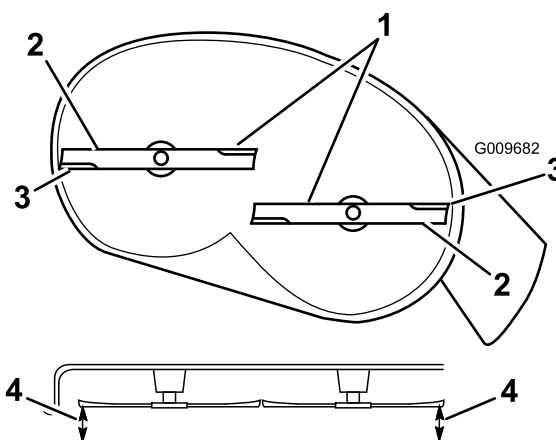
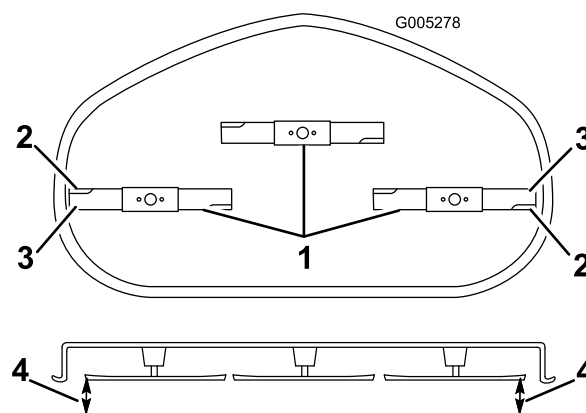

Figure 50
Figure 51
4. Faites pivoter les lames avec précaution pour qu'elles soient toutes parallèles (Figure 50 et Figure 51).
5. Mesurez la distance entre les tranchants extérieurs et la surface plane (Figure 50 et Figure 51). Si les deux mesures diffèrent de plus de 5 mm, un réglage s'impose. Poursuivez la procédure.